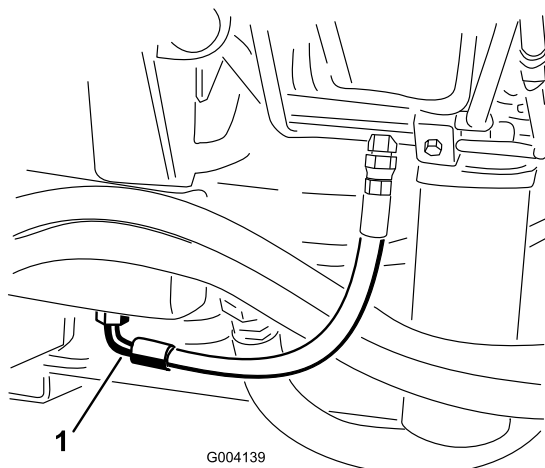

Рисунок 78
2. Установите большой сливной поддон под штуцер, находящийся в нижней части бака с гидравлической жидкостью (Рисунок 78).